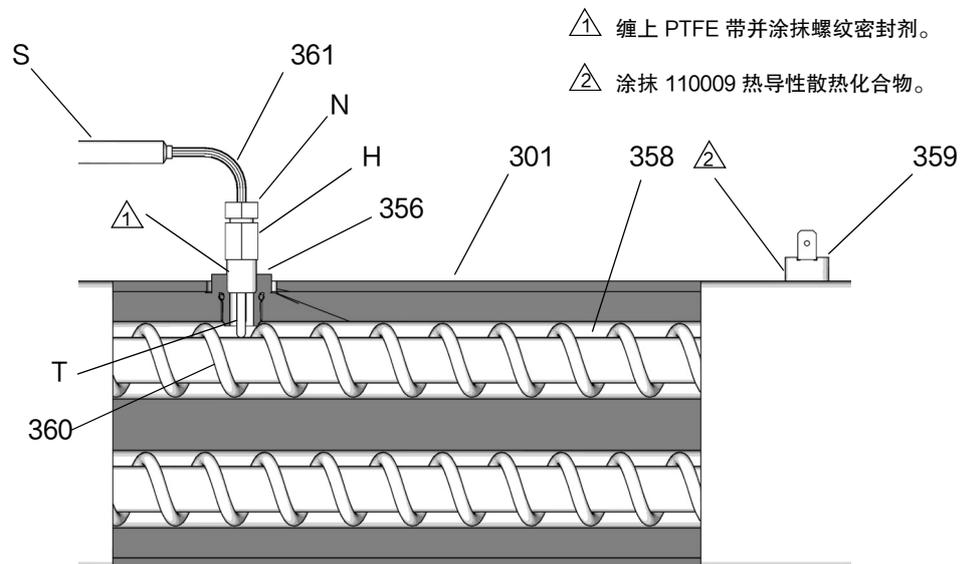

图 8：热电偶
7. 参见图 8 所示。松开套圈螺母 (N)。从加热器外壳 (351) 中取出热电偶 (361)，然后卸下热电偶外套 (H)。除非必要，否则不要卸下热电偶的转换接头 (356)。如果必须卸下转换接头，则当重新装上转换接头时，要确保混合器 (360) 不挡道。
8. 更换热电偶，参见图 8 所示。
- a. 从热电偶端头 (T) 取下保护胶带。
- b. 给外螺纹缠上 PTFE 带并涂抹螺纹密封剂，然后将热电偶外套 (H) 拧入转换接头 (356) 内。
- c. 将热电偶 (361) 向里推，使其端头 (T) 接触到加热元件 (358)。
- d. 将热电偶 (T) 顶在加热元件上，将套圈螺母 (N) 拧紧，然后再拧 1/4 圈。
9. 将接线 (S) 穿过机柜并穿入先前的线束。将接线重新连接到电路板上。
11. 同时接通加热器 A 和 B 进行测试。两者的升温速度应当相同。如果一个加热器的加热速度低，可松开套圈螺母 (N) 并紧固热电偶外套 (H)，使热电偶端头 (T) 接触到加热元件 (358)。
5. 从过温开关 (359) 上断开一根引线，参见图 8，第 33 页。用欧姆表检查开关的两端。电阻必须近似于 0 欧姆。
6. 如果开关有故障，则卸下接线和螺丝。丢弃有故障的开关。涂上热导性化合物 110009 后，在外壳 (351) 的相同位置装上新的开关并用螺丝 (311) 固定。重新连接接线。